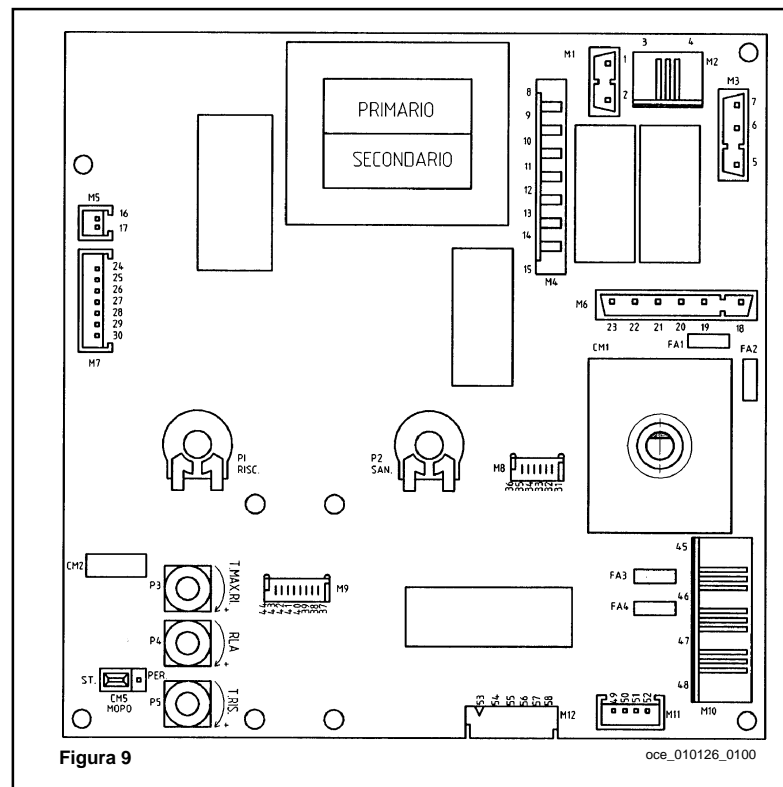

Figura 9
La caldaia è predisposta per programmare il funzionamento in riscaldamento (morsettiera M10, contatti 45-46 di figura 9) e/o la messa in temperatura del bollitore (morsettiera M10, contatti 47-48 di figura 9).
- collegare il motore del programmatore alla morsettiera M2 della scheda elettronica principale (contatti 3 e 4 di figura 9);
- collegare il contatto in deviazione del programmatore alla morsettiera M10 della scheda elettronica principale (contatti 45 e 46 di figura 9), dopo aver tolto il ponticello.
Per l'utilizzo di tale componente è necessario interporre tra la scheda di modulazione (connettore M8 figura 9) e la morsettiera telecontrollo (morsetti 4 e 5) una schedina interfaccia anch'essa fornita come accessorio.